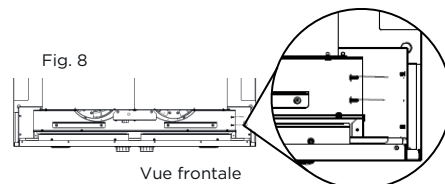

Fig. 8
- Fixez l'Torino à l'insert de la hotte à l'aide de 2 vis de 3,5 x 9,5 mm de chaque côté. (Fig. 8).